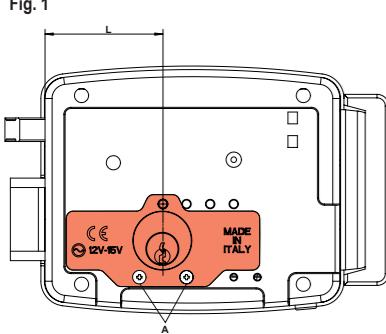

Fig. 1
Le serrature vengono fornite con l'entrata settata in base al codice prodotto: 11xxx-50, 11xxx-60, 11xxx-70, 11xxx-80 dove L sta per: 50mm, 60mm, 70mm e 80mm vedi (fig. 1)
- Svitare le due viti (A) da M3x8 (autoformanti)
- Inclinare leggermente la piastra (fig. 1) per liberarla dal riferimento e traslarla lateralmente a dx o sx portandola sopra il riferimento voluto e fissare di nuovo la piastra serrando a fondo le 2 viti nella nuova posizione
11xxx-50, 11xxx-60, 11xxx-70, 11xxx-80 où L correspond à : 50 mm, 60 mm, 70 mm et 80 mm voir (fig. 1)
11xxx-50, 11xxx-60, 11xxx-70, 11xxx-80 donde L corresponde a : 50 mm, 60 mm, 70 mm y 80 mm, véase (fig. 1).